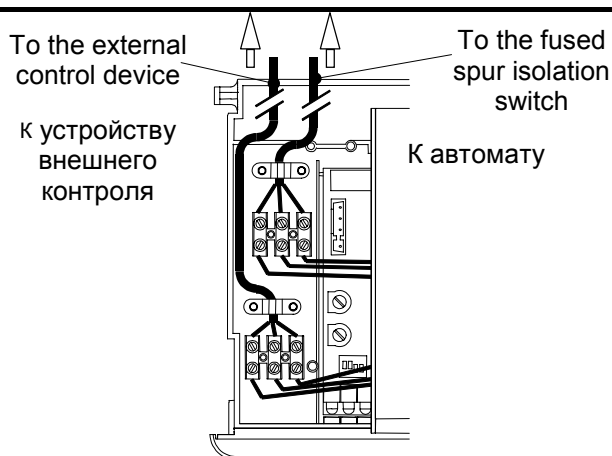

Fig. 5.16
- 8 Route the electrical supply flexible cord and the external control flexible cord as illustrated in Fig. 5.16. Lock the flexible cords in place with the flexible cord clamps
- 8 Разведите провод электропитания и провод внешнего контроля, как указано на рис. 5.16. Зафиксируйте гибкий провод при помощи хомутов.